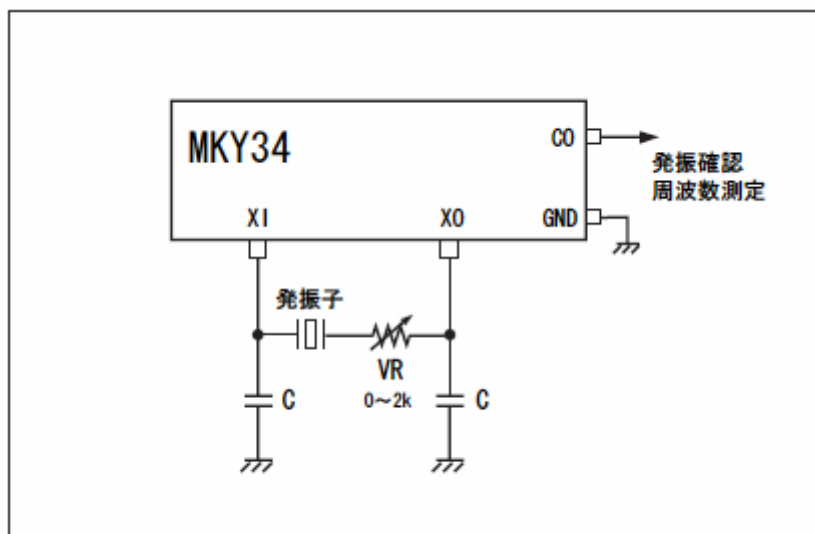

図 . 1
1. 図.1の様に、発振子に直列にVRを増設し、CO端子において発振の確認と周波数測定を実施します（各パーツはICの直近にし、配線を引き回してはいけません）。